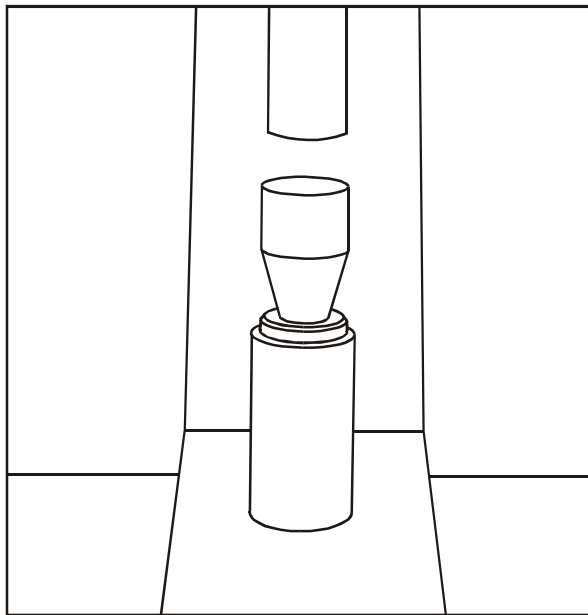

FIG 12
2. Monte o rolamento dianteiro com a face blindada voltada para o lado da polia na árvore. Utilize as Ferramentas números: 81 30 418 e 81 30 419, **Fig. 12**.